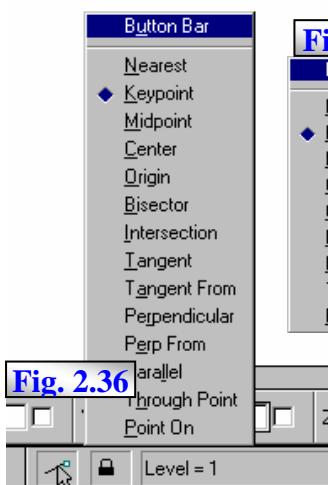

Fig. 2.36
- lista de selecție a modurilor **SNAP**, activată prin CS pe zona 2 a barei de stare și informații, & 1.4.2, fig. 2.36;
- prin selecția opțiunii **Button Bar** din lista de selecție a modurilor **SNAP**, activată prin CS pe zona 2 a barei de stare și informații, & 1.4.2, fig. 2.36;
- icoana corespunzătoare, în zona 2 a barei de stare și informații, & 1.4.2, fig. 2.36;
- semnul ” \blacklozenge ” în lista de selecție a modurilor **SNAP**, activată prin CS pe zona 2 a barei de stare și informații, & 1.4.2, fig. 2.36;